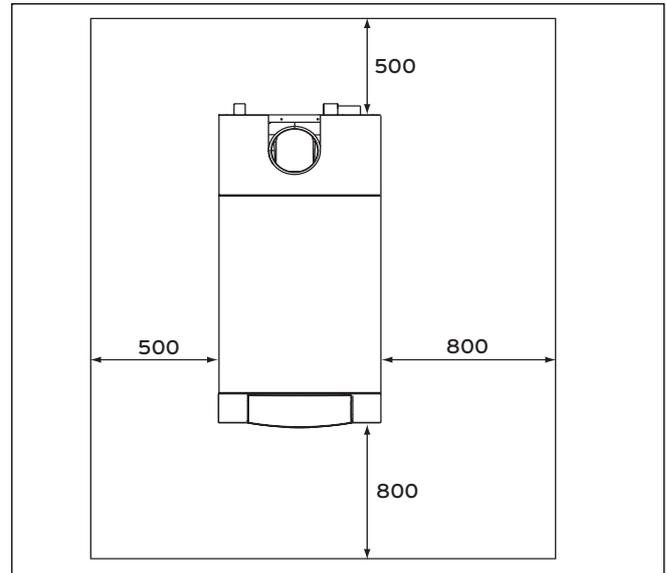

Abb. 4.2 Empfohlene Abstände bei der Aufstellung
- Halten Sie die empfohlenen Mindestabstände (Abb. 4.2) ein, um Montage- und Wartungsarbeiten möglichst ungehindert durchführen zu können.